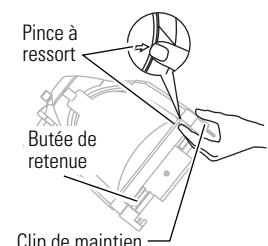

Figure 3
4. Positionner la bague de rotation de la lentille avec la pince à ressort située en haut de l'unité, directement sous le clip de maintien. Voir la **Figure 3**.